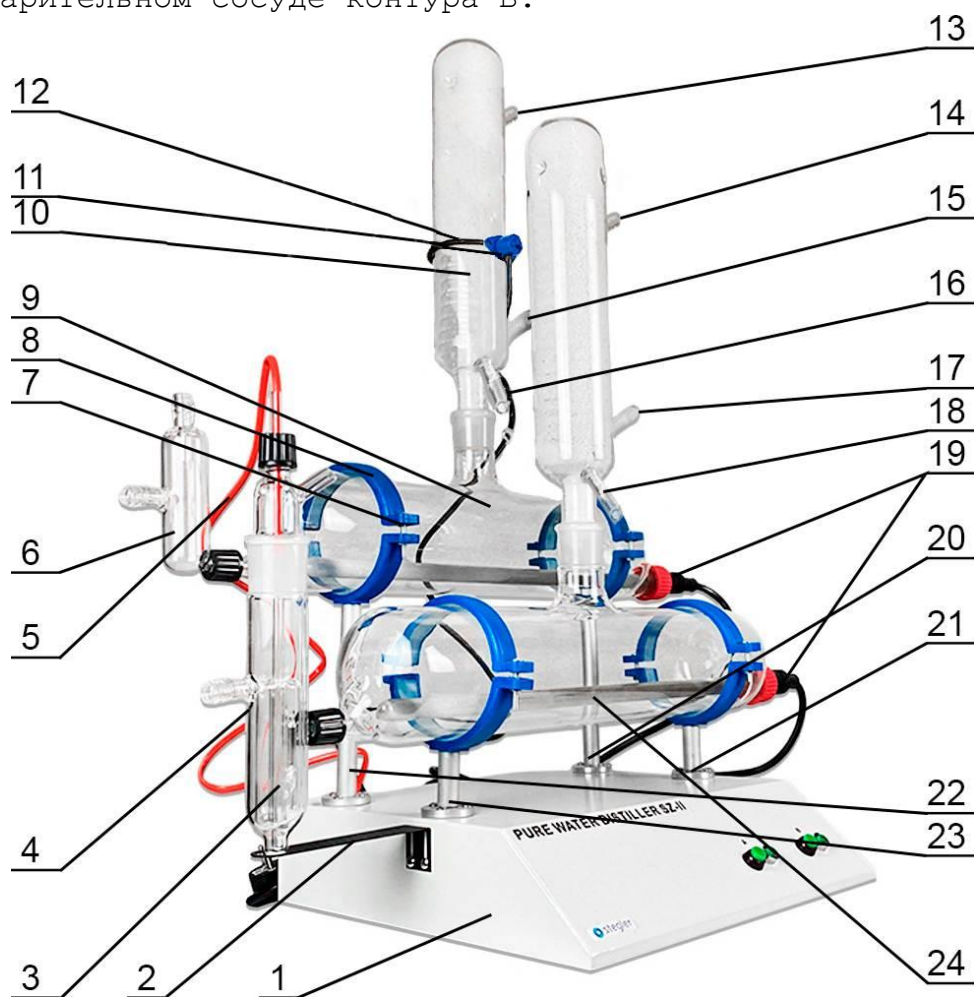

Рисунок 3 – Элементы Изделия
2. Закрепить в специальных гнездах стойки с хомутами для крепления испарительных сосудов. Низкие стойки (поз. 23, рис. 3) крепятся в передних гнездах (поз. 21, рис. 3), а высокие стойки (поз. 22, рис. 3) крепятся в задних гнездах (поз. 20, рис. 3).
3. Установить испарительные сосуды (поз. 9, рис. 2) контура А и контура В. Контур А - первый контур получения дистиллята - располагается сзади на высоких стойках. Контур В - второй контур получения из дистиллята бидистиллята - располагается спереди на низких стойках. Испарительные сосуды обеих контуров одинаковы и взаимозаменяемы. Устанавливаются таким образом, чтобы штуцеры для крепления кварцевых нагревателей (поз. 19, рис. 3) были расположены справа, а шлифы для крепления холодильников (поз. 10, рис. 3) были направлены вертикально вверх. Зажать испарительные сосуды винтами хомутов (поз. 9, рис. 3). Внимание! Не пережимать зажимные винты хомутов, чтобы не треснули стеклянные сосуды.
4. Установить кварцевые нагреватели (поз. 24, рис. 3) в испарительные сосуды. Нагреватели обеих контуров одинаковы и взаимозаменяемы. Нагреватель разместить таким образом, чтобы его второй край оказался на специальном месте ложе на противоположном выходе испарительного сосуда. При этом следить за тем, чтобы трубка не перекрывала полностью вход сосуда - через этот вход происходит пополнение воды в испарительном сосуде.
5. Подключить шнуры питания кварцевых нагревателей (поз. 19, рис. 3) к соответствующим разъемам на задней панели блока управления (поз. 1, рис. 3). Нагреватель контура А подключить к разъему с надписью «А», нагреватель контура В - к разъему с надписью «В». **Внимание!** Следите за правильным подсоединением шнуров нагревателей к блоку управления! Неправильная сборка может привести к поломке прибора!
6. Распакованные холодильники (поз. 10, рис. 3) установить в испарительные сосуды. Холодильники обеих контуров одинаковые и взаимозаменяемые. При установке холодильников в испарительные сосуды следите за тем, чтобы собранная конструкция не поворачивалась в хомутах крепления (поз. 8, рис. 3), иначе это может привести к падению холодильника и его бою. При необходимости дожать испарительный сосуд винтами хомутов (поз. 7, рис. 3), соблюдая вышеуказанные меры предосторожности. Холодильники (поз. 10, рис. 3) рекомендуется расположить таким образом, чтобы штуцеры для подачи охлаждающей воды (поз. 17,14,15,13, рис. 3) были справа спереди, а штуцеры для слива (поз. 16,18, рис. 3) - спереди слева.
8. Закрепите сосуд (поз.4, рис.3), установив внутрь него поплавковую камеру с магнитом (поз.3, рис.3), на испарительном сосуде контура В.
9. Установите под сосуд (поз.4, рис.3) кронштейн (поз.2, рис.3). С помощью винтов крепления кронштейна добейтесь вертикального положения сосуда, закрепите его.
10. Закрепите на холодильнике контура А с помощью крепления (поз. 12, рис.3) датчик контроллера температуры (поз. 11, рис.3), расположив его в районе середины холодильника (при номинале датчика 60С) или в нижней части (1/4 высоты холодильника) при номинале 80С
11. Установите геркон (поз.5, рис.3) контроллера температуры нагрева контура В внутрь поплавок-камеры (поз.3, рис.3). Высоту установки геркона выберите на уровне входа для воды в испарительный сосуд.